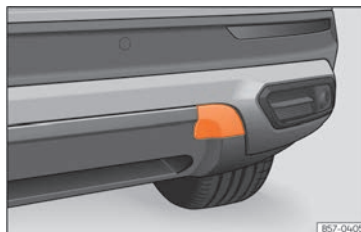

Abb. 195 Auf der rechten Seite des hinteren Stoßfängers: Abdeckung entfernen.
Die Abschleppöse wird in die hinter einer Abdeckung auf der rechten Seite des hinteren Stoßfängers befindliche Aufnahme eingeschraubt » (Abb. 195).
- Drücken Sie auf den oberen Bereich der Abdeckung » (Abb. 195) und klinken Sie diese aus.